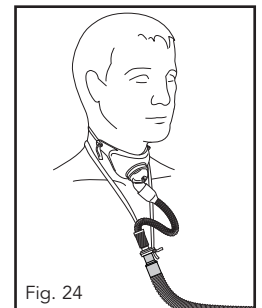

Fig. 24
18. **Tracheostomiemaskenanschluss:** Wird eine entlüftete Standard-Tracheostomiemaske benutzt, dann schließen Sie den 22mm-Adapter der Maske an den RT013-Maskenadapter an und diesen dann an den beheizten Beatmungsschlauch. Legen Sie sich das Stoffband um den Hals und setzen Sie sich die Maske wie gewohnt auf. (Abb. 24).